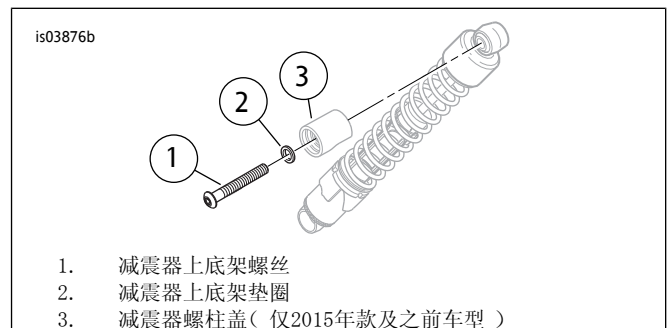

图2。后减震器上底架
2. 参见图2。拆下1/2-13螺栓(1)垫圈(2)和减震器盖(3)。丢弃螺栓和盖，但保留垫圈待用。